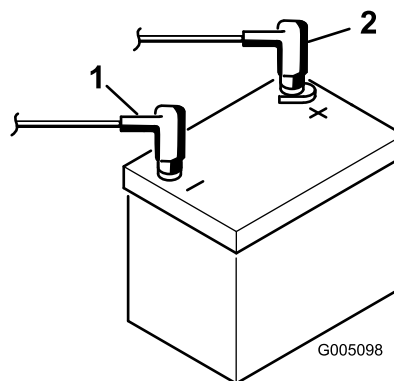

Figura 7
8. Instale o cabo positivo (vermelho) no terminal positivo (+) e o cabo negativo (preto) no terminal negativo (-) da bateria e fixe-os com os parafusos e as porcas (Figura 7). Coloque a proteção de borracha sobre o terminal positivo para evitar um curto-circuito.